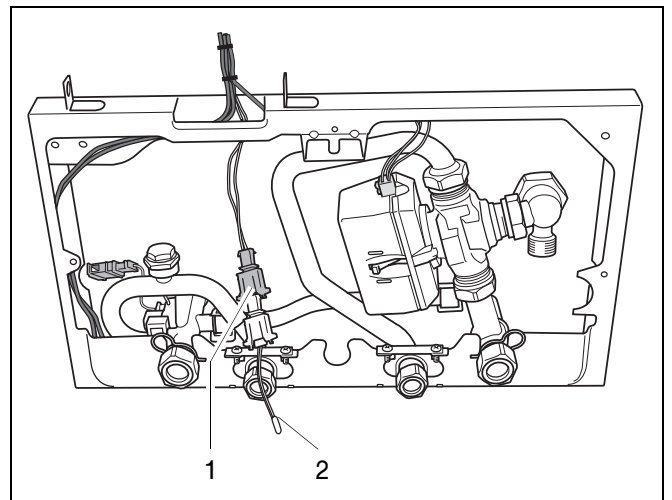

fig. 26 Sonde d'eau chaude sanitaire
- Le raccordement de la sonde d'eau chaude sanitaire se fait selon la fig. 26.
Cet adaptateur (fig. 26, pos. 1) permet de raccorder la sonde d'eau chaude sanitaire FB (fig. 26, pos. 2) au faisceau de câbles des appareils.